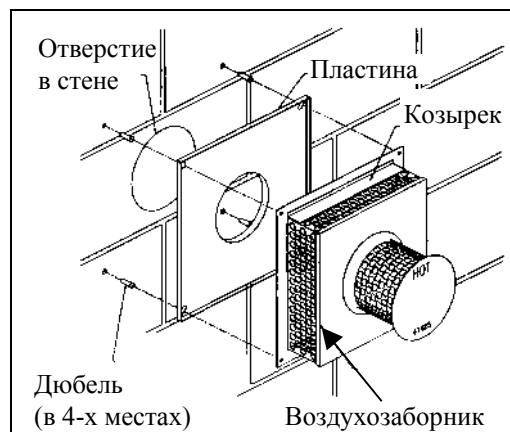

Рис. 5
4. С внешней стороны стены приложите внешнюю монтажную пластину, совместив центры отверстий. Отметьте места под шурупы. Просверлите отверстия диаметром 5 мм и вставьте дюбели, но пока не монтируйте воздухозаборник (см. рис. 5). В зависимости от материала стены Вам, возможно, придется использовать другие дюбели, но не дорабатывайте при этом сам воздухозаборник или внешнюю монтажную пластину.